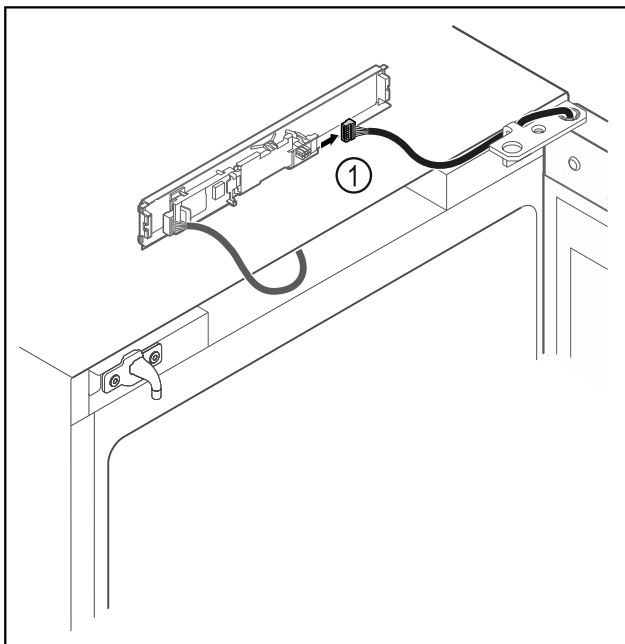

Fig. 12
- ▶ Trekk ut pluggen Fig. 12 (1) fra kretskortet.